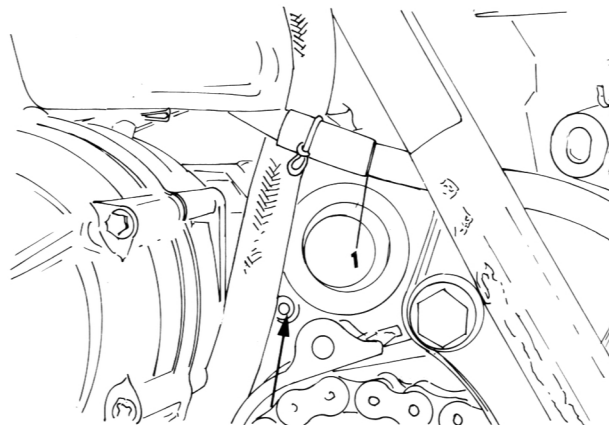

Bild 25
- Den Schlauch («1» in Bild 25) abtrennen.